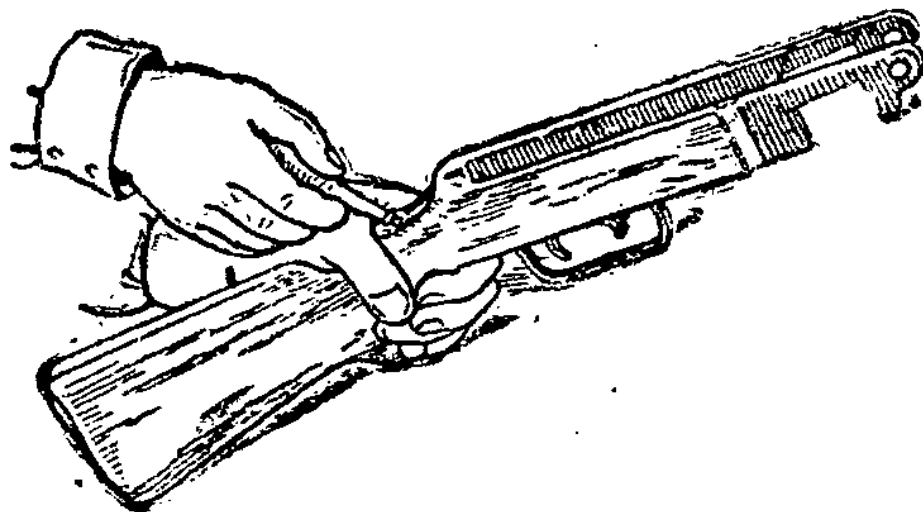

Рис. 6. Как отвинтить хвостовой винт
1) отвинти хвостовой винт 12 и отдели спусковую коробку (рис. 6 и 7);